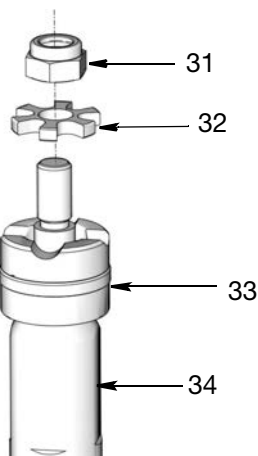

FIG. 37
14. Mettre la rondelle éventail (32) et le contre-écrou (31) sur la tige de piston (34) comme montré sur la FIG. 37.
15. Utiliser une clé pour serrer le contre-écrou (31).
16. Joint torique (13) du tuyau de sortie et joint torique (9) du corps de pompe